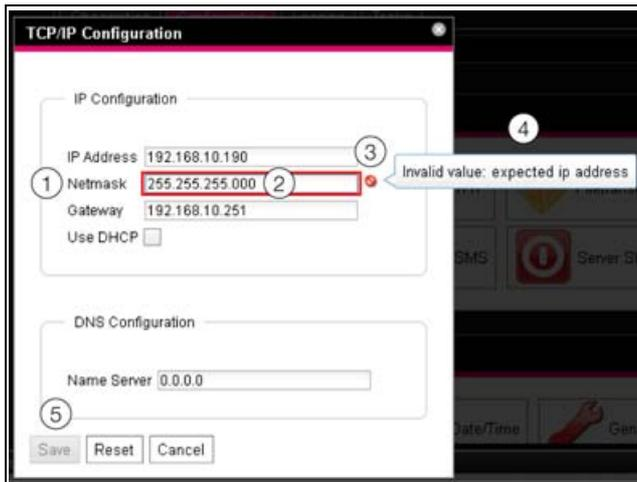

Imagen 76: Indicación de una entrada errónea
- Tras introducir una entrada errónea (imagen 76, pos. 2) en el campo **Netmask** (imagen 76, pos. 1) aparece un «símbolo de prohibición» rojo (imagen 76, pos. 3).
- Si coloca el puntero del ratón sobre el símbolo de prohibición, aparece la notificación con informaciones adicionales sobre el error (imagen 76, pos. 4).
- El botón **Save** se encuentra desactivado (imagen 76, pos. 5), haciendo imposible el almacenaje de los valores actuales introducidos.